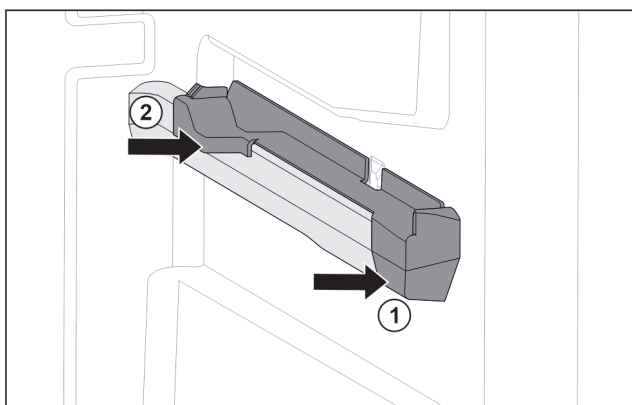

Fig. 79 右侧容器肋梁上的插装件
- ▶ 将插装件前部放到容器肋梁上。Fig. 79 (1)
- ▶ 压紧插装件后部。Fig. 79 (2)